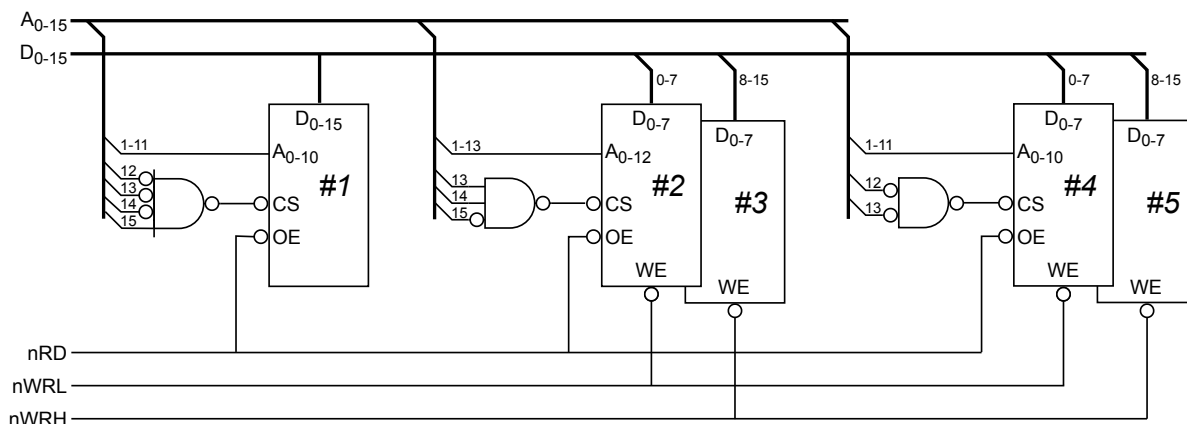

Figura 1: Diagrama lógico do subsistema de memória.
A Figura 1 apresenta o subsistema de memória de um sistema computacional baseado no processador P16 em que se verificou existirem alguns problemas na sua utilização. Para corrigir esta situação, pretende-se alterar o subsistema para torná-lo completamente funcional e aumentar a capacidade de memória disponível.
4. Numa tabela com o formato indicado na Tabela 1, indique a atividade dos barramentos e dos sinais em referência, quando observados passo-a-passo, para a execução do troço de código apresentado na Listagem 1 sobre o sistema apresentado Figura 1, onde o símbolo `var2.addr` tem o valor 32.